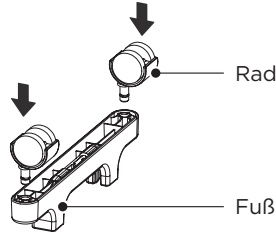

Abbildung 1
- 1 Nehmen Sie die FüÙe aus den Wärmesenken und die Räder aus der Styroporverpackung. Drücken Sie dann wie in Abbildung 1 dargestellt die Räder in die Befestigungslöcher der FüÙe.